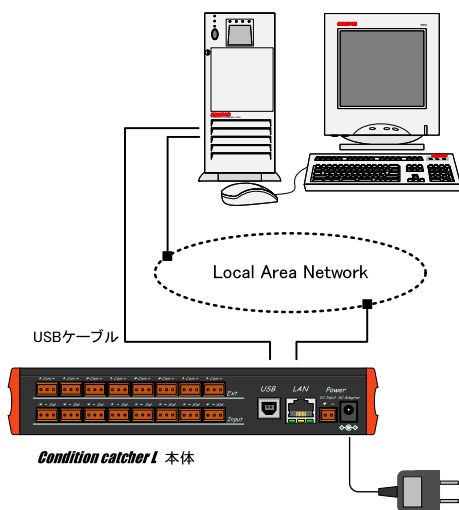

図1. システム構成図
**CCL-p** は、単体で8チャンネルのアナログ電圧または各種センサー信号をパソコンに取り込むデータ・ロガーで、下の図1のような構成で使用します。